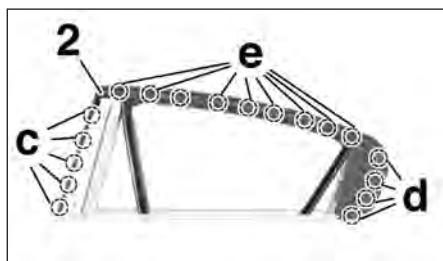

FIG. 118
- le joint de coulisse (2) en (c), en (d) puis en (e) (Fig.118),